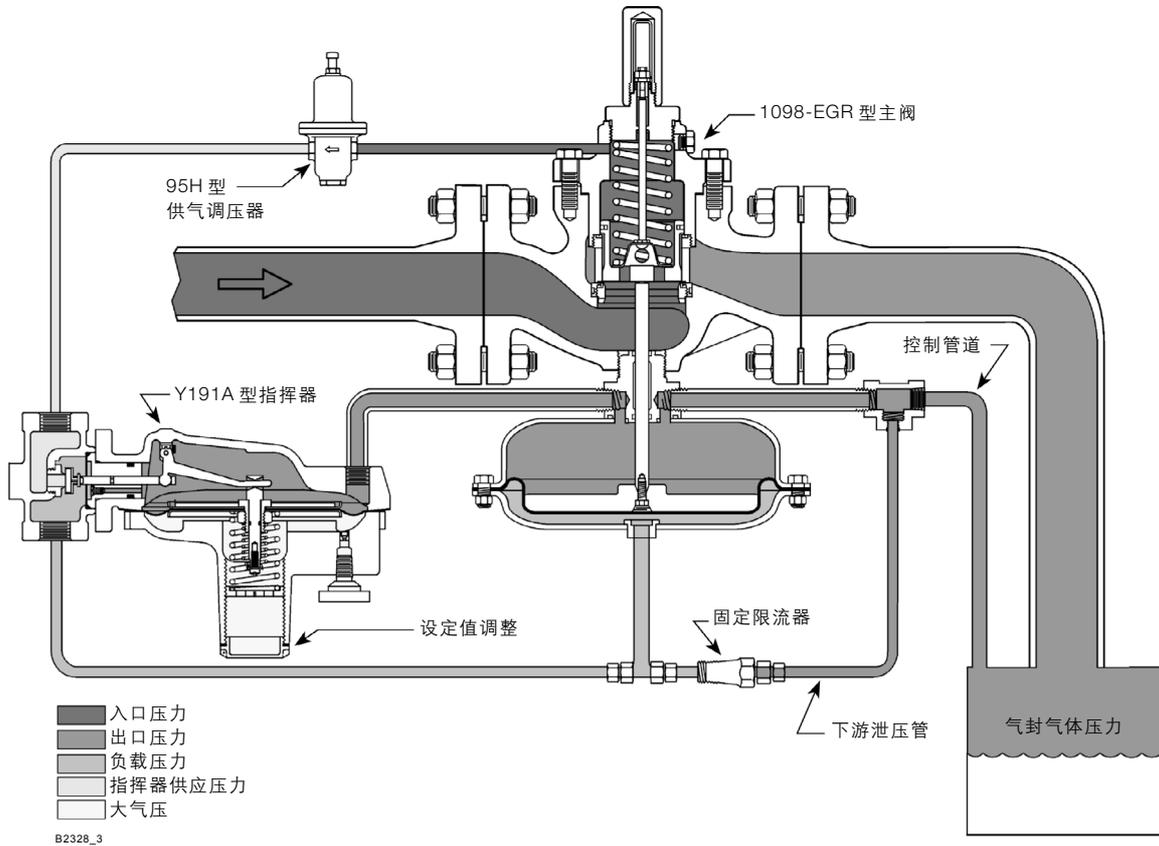

图2. 1190 型低压储罐氮封调压器的工作原理图
3. 用一根直管将 3/4 英寸 NPT 下游压力控制管道连接到储罐上。将控制管道的另一端连接到 1098 型执行机构的阀盖连接上（参见图 2）。